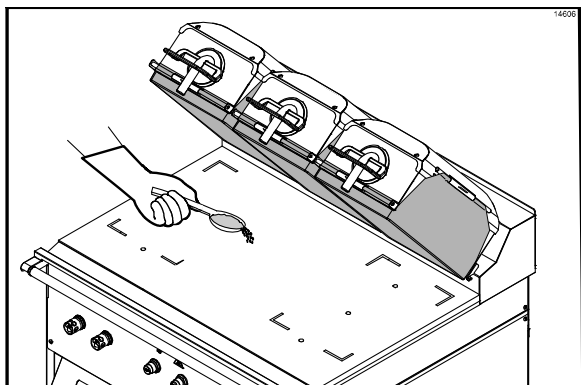

Figure 72
47. Au moyen d'une cuillère à crème glacée, répandre deux cuillerées pleines à ras de flocons de soja adhésifs sur une surface de gril inférieure de 1 mm (3 pi) et laisser les flocons fondre (Cf. Figure 72).